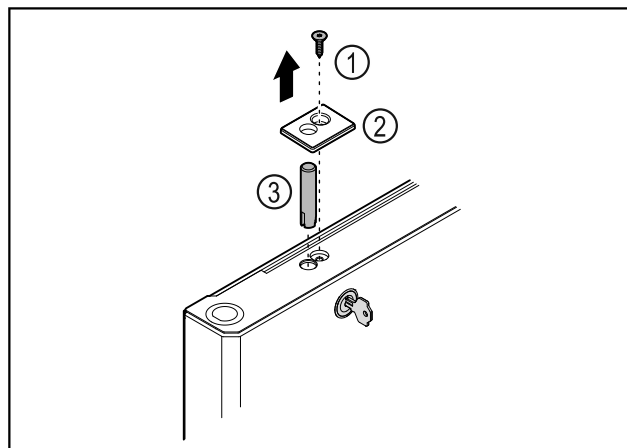

Fig. 38
- Schroef Fig. 38 (1) verwijderen.
- Afdekking Fig. 38 (2) met een kleine schroevendraaier losmaken en verwijderen.
- Slotbout Fig. 38 (3) eruit trekken.